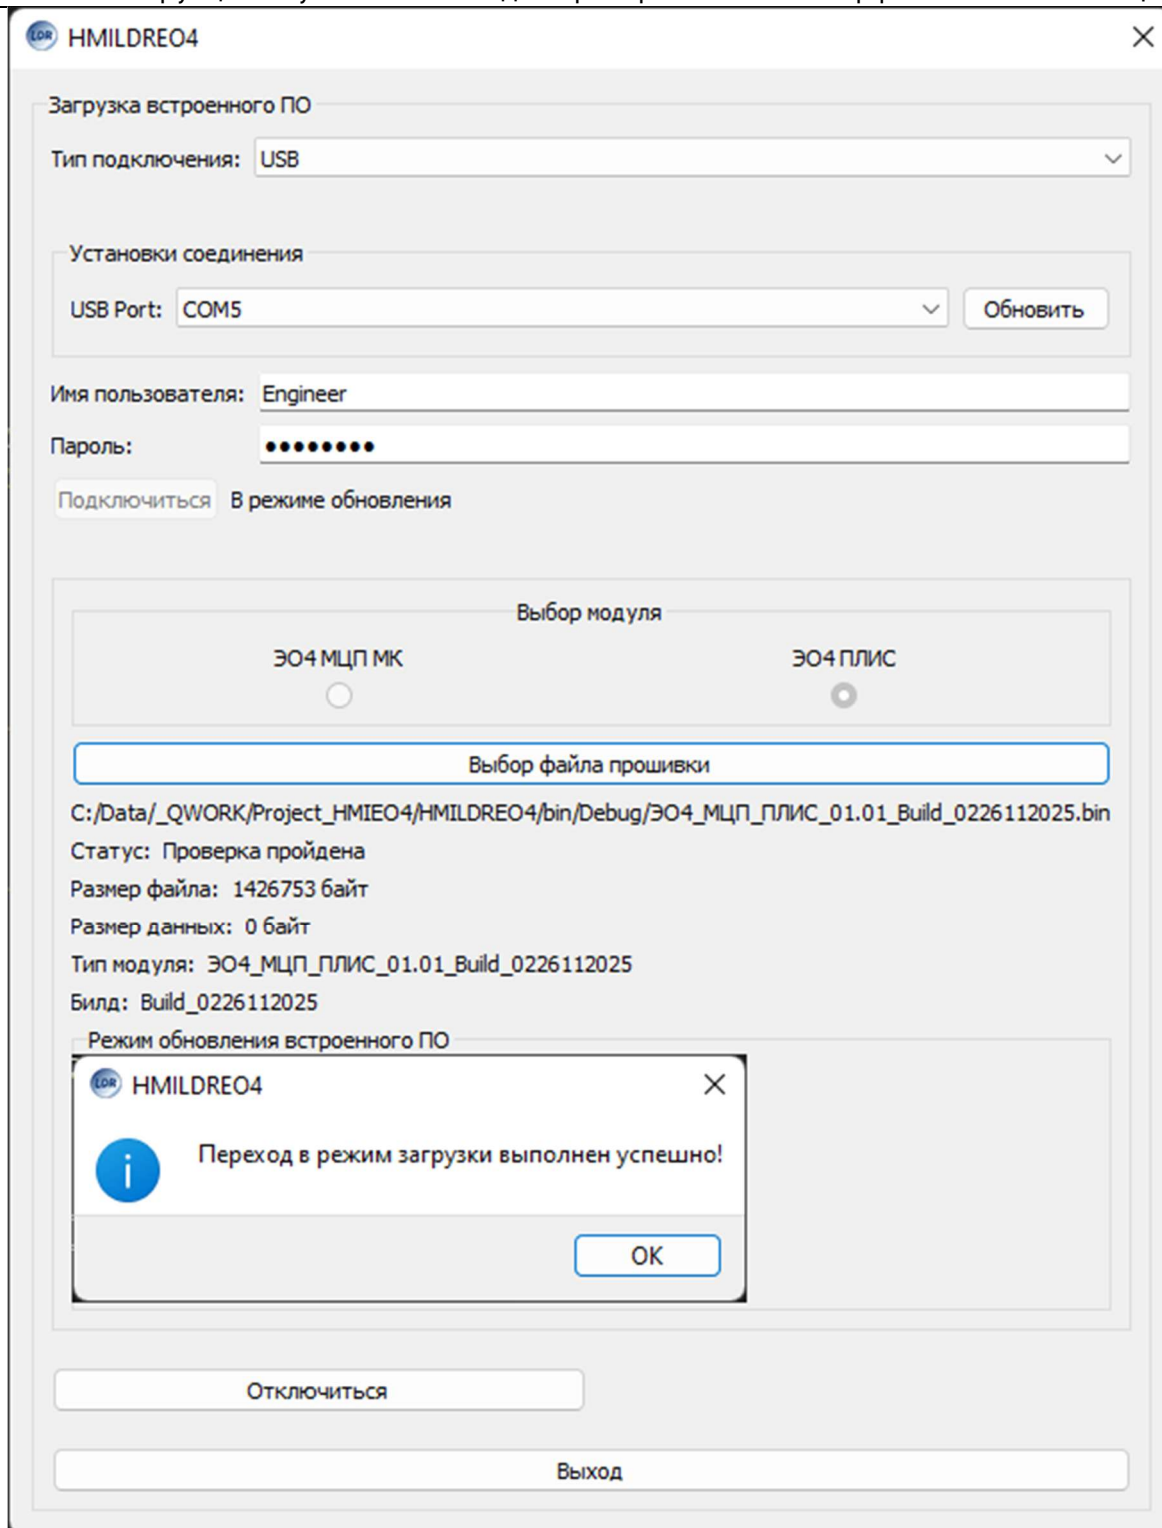

Рис. 11 Успешный переход в режим загрузки прошивки
- 4.8. Для перевода устройства в режим обновления нажмите кнопку «Переход в режим загрузки прошивки». При обновлении ВПО ЭО4 ПЛИС на данном этапе происходит процесс стирания Flash памяти. Процесс стирания занимает порядка 30 секунд. Нужно обязательно дождаться завершения операции (Рис. 11). Нажмите на кнопку «ОК», станет активной кнопка «Начать загрузку».